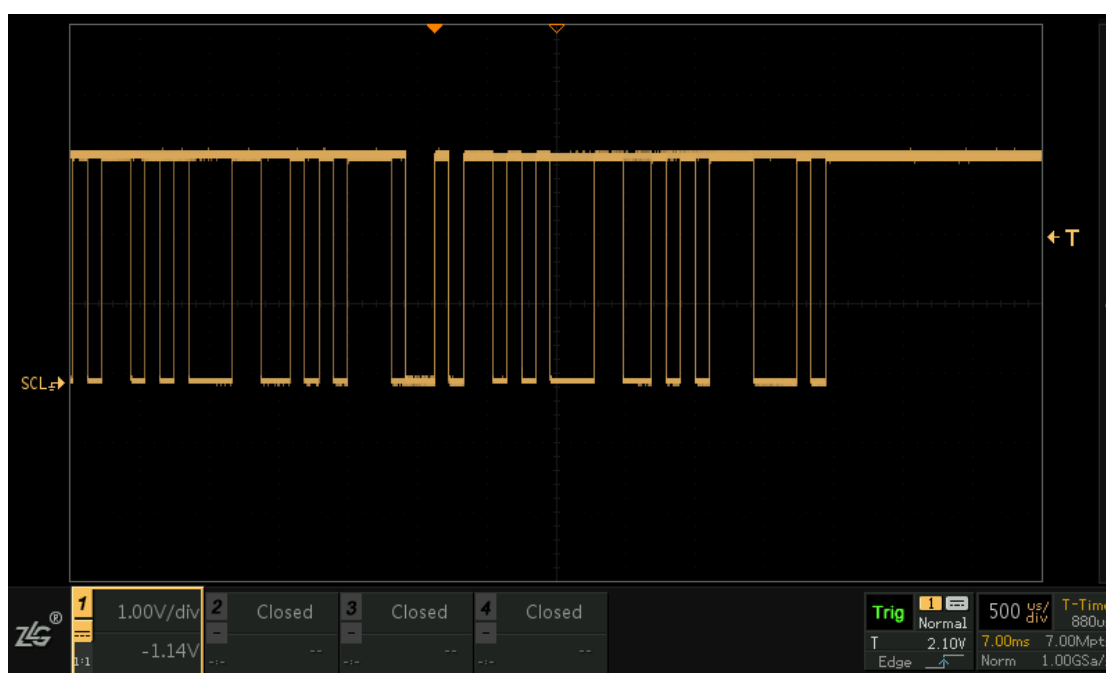

图 14.5 波形捕获
- 3、点击“多功能区”的【Decode】解码按键，进入解码界面，出现如图 14.5 所示；